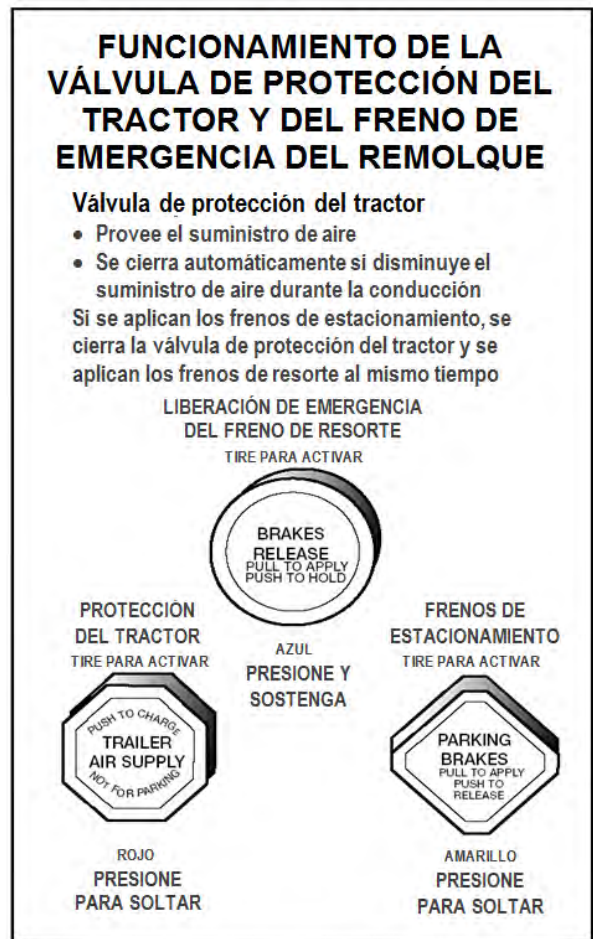

Figura 5.3
**Válvulas duales de control de estacionamiento.** Cuando se pierde la presión principal de aire, se aplican los frenos de resorte. Algunos vehículos, como los autobuses, tienen tanques de aire separados que pueden ser utilizados para soltar los frenos de resorte. Así podrá mover el vehículo en una emergencia. Una de estas válvulas es del tipo de empujar y halar y se utiliza para aplicar los frenos de resorte al estacionar. La otra válvula está provista de un resorte en la posición de “fuera” (*out*). Cuando usted empuja el control hacia adentro, el aire del otro tanque suelta los frenos de resorte para que usted pueda mover el vehículo. Cuando suelta el botón, los frenos de resorte vuelven a accionarse. En el tanque que está aparte hay aire suficiente sólo para repetir esta operación unas pocas veces. Por eso, debe planificar con cuidado cómo avanzar. De lo contrario, puede quedarse parado en un sitio peligroso cuando el suministro de aire independiente se agote. Ver la figura 5.3.